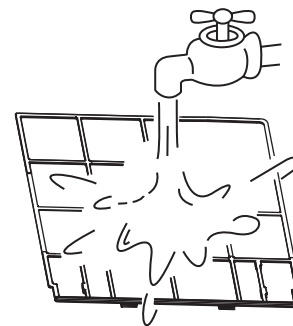

Рис.6-3
- Під час використання води вхідна сторона повинна дивитися вниз. (Див. рис. 6-3)